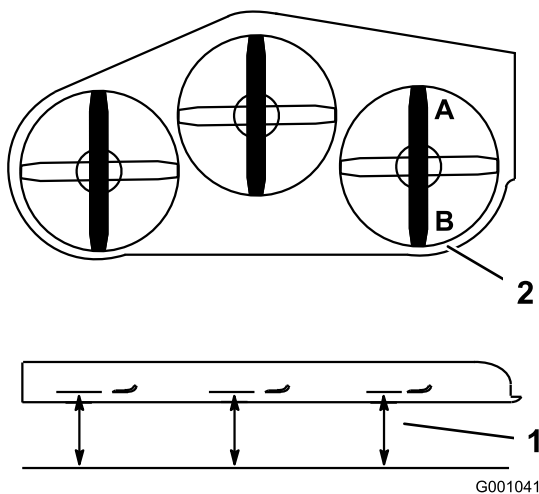

Figura 113
1. Disponete la lama **destra** in posizione longitudinale rispetto alla macchina (Figura 113).
2. Misurate la lama destra al punto **A** da una superficie piana fino al tagliente della punta della lama (Figura 113).
4. Misurate la lama destra al punto **B** da una superficie piana fino al tagliente della punta della lama (Figura 113).
6. La lama del tosaerba deve essere da 6 a 10 mm più bassa al punto **A** rispetto al punto **B** (Figura 113). In caso contrario eseguite la seguente operazione.